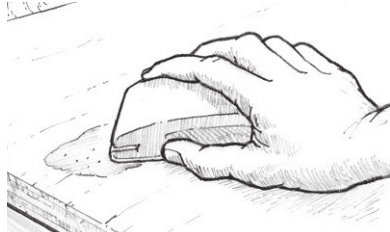

Figure 8 Poncer les surfaces non poreuses. Fournir une texture pour mordre l'époxy
3. **Poncé** — Poncez les surfaces lisses non poreuses - minutieusement érodez la surface (Figure 8). Du papier à poncer grain 80 fournira l'époxyde avec une bonne texture pour pénétrer. Assurez-vous que la surface à coller est solide. Retirez toute trace d'effritement, de farinage, de cloques, ou ancien revêtement avant de poncer. Enlevez toute la poussière après le ponçage.